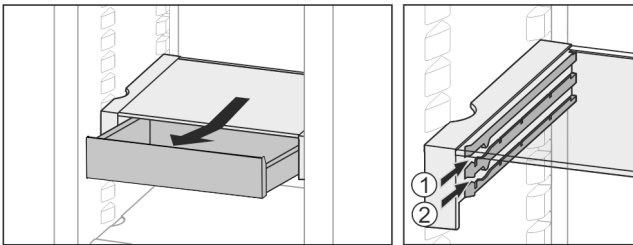

Fig. 60
- Вставити на будь-якій висоті Fig. 60 (1) або Fig. 60 (2).